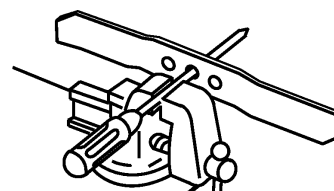

Figure 27
1. Pour vérifier l'équilibrage de la lame, l'enfiler par son orifice central sur un tournevis ou un clou maintenu à l'horizontale dans un étau (Fig. 27).